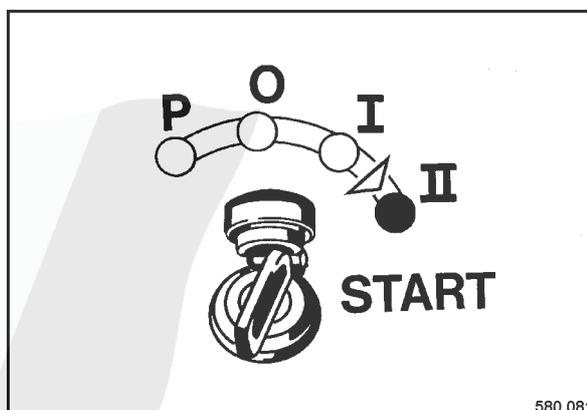

fig. 136
- Tourner la clé de contact (fig. 136) sur position "II", démarrage du moteur.